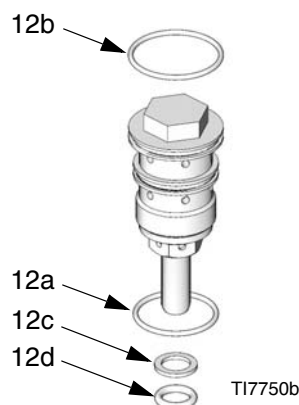

Рис. 13. Первоначальная детализация тарелки
7. См. стр. 19, Рис. 13. Смажьте прокладки (46), и проверьте, что они выровнены относительно отверстий в задней части воздушного клапана (40). Установите воздушный клапан. Установите винты (41) и закрутите их с вращающим моментом 20 фунтов на фут (27,1 Н•м). Закрутите винты (43) вручную, затем полностью зажмите их к глушителю (15).
4. См. Рис. 13 Отвинтите узлы тарелок (12). Небольшие кольцевые уплотнения (12с, 12d) могут не выйти вместе с узлами тарелок. Проверьте, что удалили их из верхней крышки (1) или нижней крышки (3).
6. Смажьте узлы тарелки (12), и перемонтируйте в верхней крышке(1) и нижней крышке (3). Крутящий момент до 30-36 фунт-футов (40,6-48,8 Н•м).